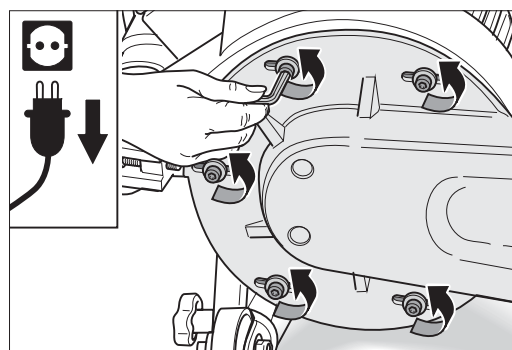

Abb. 64: Lösen der fünf Befestigungsschrauben des Vorsatzes.
- 5 Lösen Sie mit dem entsprechenden Innensechskantschlüssel alle fünf Schrauben, mit denen der Vorsatz am Ventilatorgehäuse angebracht ist (Abb. 64).